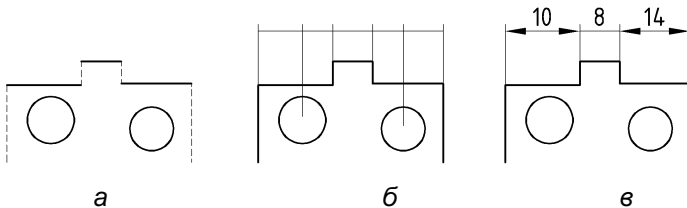

Рис.42. Пример простановки *быстрого размера*
2. Выбрать объекты для нанесения размеров (рис. 42, а).
4. Указать положение размерной линии (рис. 42, б).
5. Щелкнуть ЛКМ (рис. 42, в).